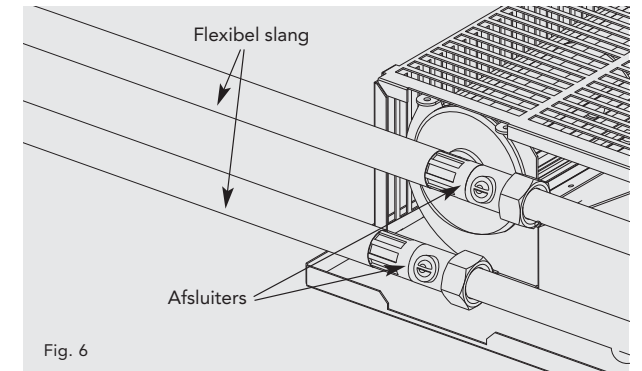

Fig. 6
**Opmerking:** De pijl (stromingsrichting) op de afsluiters is niet van belang voor deze toepassing (zie fig 6).